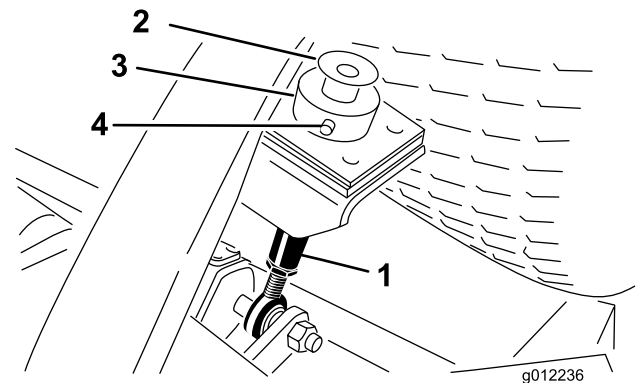

Figure 20
- Retirez le boulon et la rondelle en haut de chaque tige de réglage de hauteur de coupe (Figure 20).
- Retirez la goupille fendue et l'axe de chape qui fixent la bague de hauteur de coupe à la tige de réglage de hauteur de coupe à l'arrière du plateau de coupe (Figure 20). Retirez la bague de hauteur de coupe.